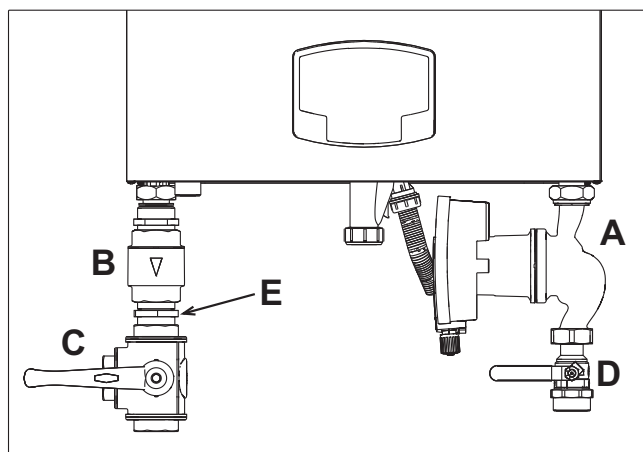

рис. 35- Котел с установленными комплектами
код **042070X0** - КОМПЛЕКТ ВЫСОКОПРОИЗВОДИТЕЛЬНОГО ЦИРКУЛЯЦИОННОГО НАСОСА - 7 м (А - рис. 35)
код **042071X0** - КОМПЛЕКТ ВЫСОКОПРОИЗВОДИТЕЛЬНОГО ЦИРКУЛЯЦИОННОГО НАСОСА - 10 м (А - рис. 35)
- 1 **НЕВОЗВРАТНЫЙ КЛАПАН** - Гнездовое 1"1/2 (В - рис. 35)
- 2 **3-ХОДОВОЙ ВЕНТИЛЬ** - Гнездовое 1"1/2 (С - рис. 35)
- 3 **ВЕНТИЛЬ Штыревое/гнездовое 1"1/2** (D - рис. 35)
- 4 **СОЕДИНИТЕЛЬНЫЙ ПАТРУБОК 1"1/2** (Е - рис. 35)